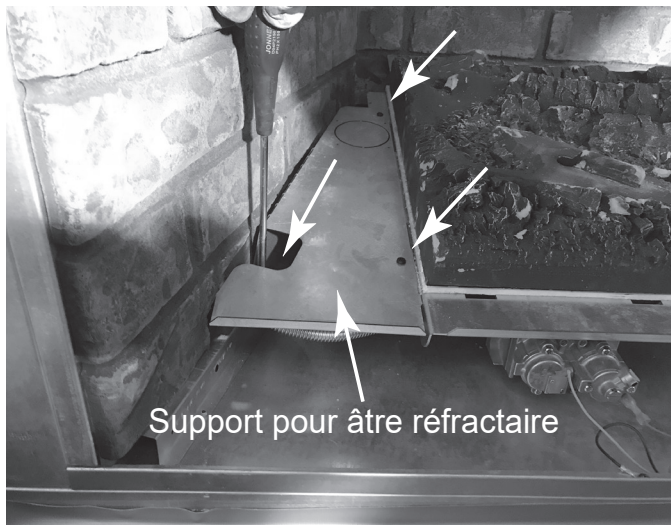

Figure 11.11
- Installez les supports réfractaires des côtés gauche et droit de l'âtre, comme indiqué, et fixez-les à l'aide de (3) vis chacun. Voir la figure 11.11.